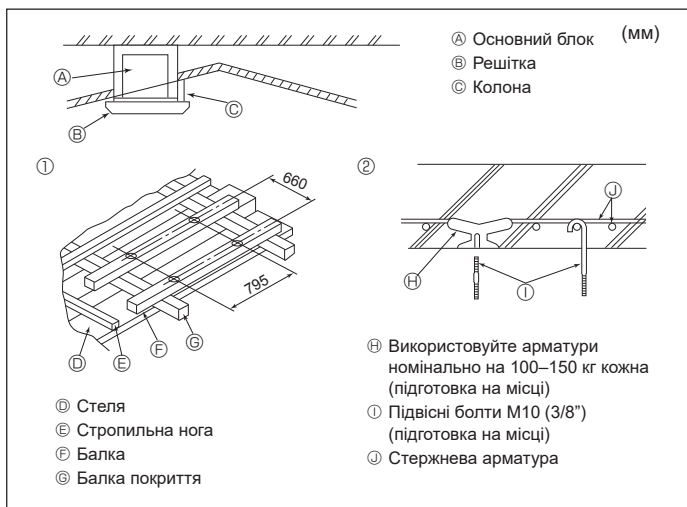

Fig. 3-5
3.5. Структура підвіски (міцна структура підвіски на місці) (Fig. 3-5)